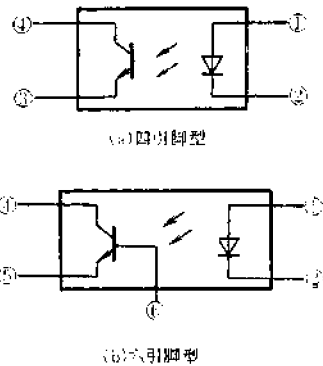

图 4-208 通用型光电耦合器的内部结构
部结构如图 4-208 所示。对于四引脚型的器件,输入端①、②内接一发光二极管,①为正极,②为负极;输出端③、④内接一光敏三极管,④为集电极 c,③为发射极 e。当输入端发光管导通发光时,输出端④、③之间呈导通状态,表现出较小的导通电阻。输入端电流越大,导通电阻越小,从而实现了输入对输出的光电控制。对于六引脚器件,其③脚为空脚,④脚为光敏管的基极 b,使用时③脚可以空起来,也可以通过电阻给光敏管加一定的偏压。由于光电耦合器输入与输出端是完全隔离的,绝缘电压可达几千伏,所以将它用在电视机的电源稳压控制及自动保护电路中,既可以起传输信号的作用,同时又起到沟通热、冷底板的桥梁作用。彩电中用到的光电耦合器型号较多,常见的有:TKP621、TLP631、PC817、PC613、GD-S611~GD-S613、4N25~4N28、4N35~4N37 等,其性能参数大致相同,故使用时可相互代换。以 GD-S611 为例,其具体参数为: